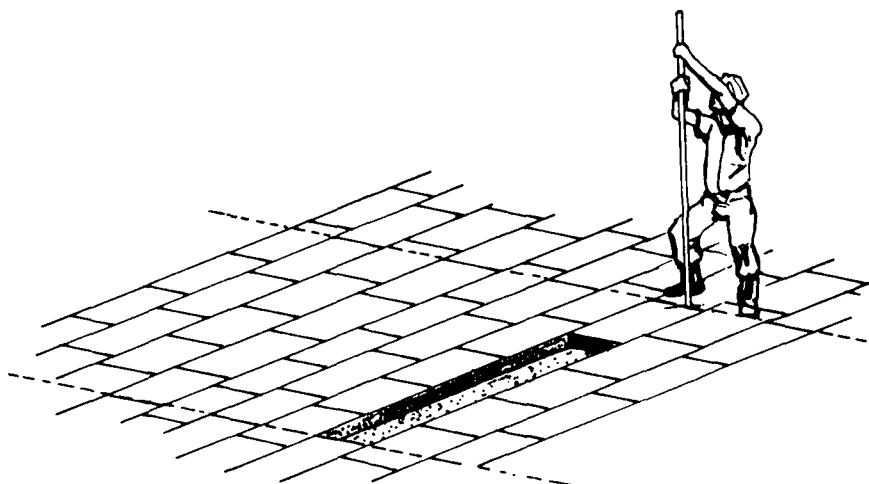

FIG 3
5.º Passo - Retire as outras pedras que estiverem entre as faixas (fig. 3).